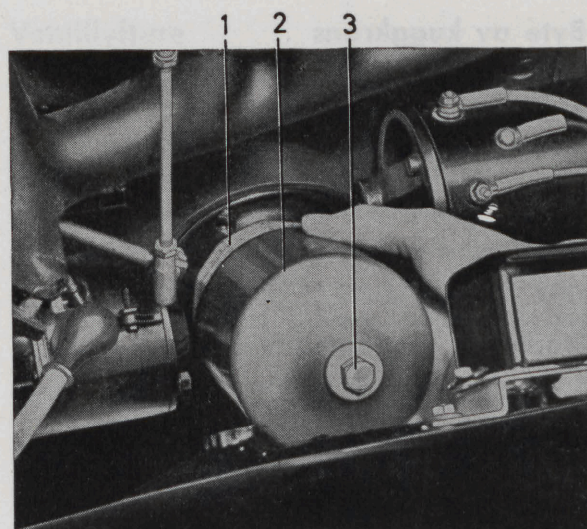

Bild 63. Byte av oljerensarens insats.
2. Lossa centrumskraven (3) vid renarhuset, bild 63. Samla upp den uttrinnande oljan.